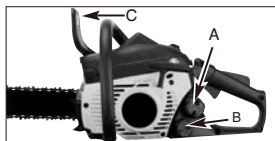

Fig. 7
1. Fyld benzintanken (A) op, med den korrekte brændstofblanding. (Fig. 7).
2. Fyld olietanken (B) op med den korrekte kæde- og sværdolie (Fig. 7).
3. Sørg for at kædebremsen er aktiveret (C), før du starter enheden (Fig. 7).